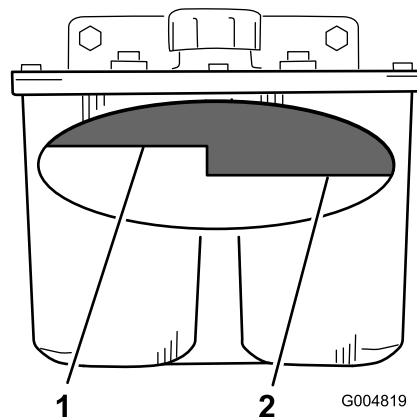

Bild 72
2. Reinigen Sie den Bereich um den Einfüllstutzen des Hydraulikbehälters (Bild 72).
3. Drehen Sie den Deckel vom Einfüllstutzen ab. Schauen Sie in den Stutzen um sicherzustellen, dass Öl im Behälter ist (Bild 72).
Hinweis: Der Füllstand sollte bei heißem Öl die Oberkante der heißen Einfüllmarkierung der Zwischenplatte erreichen (Bild 72).